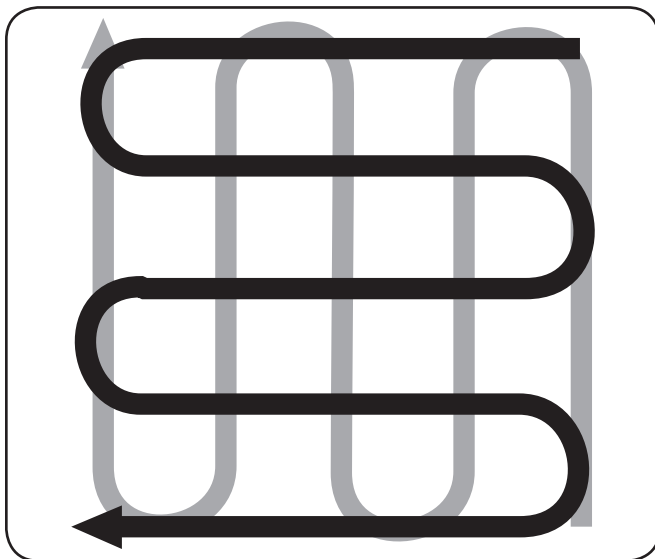

Figure 5-5
- Après avoir travaillé dans une direction, effectuez un deuxième passage perpendiculairement, comme à la Figure 5-5. Chevauchez chaque tracé pour obtenir de meilleurs résultats (dans une terre très compactée, trois ou quatre passages peuvent être nécessaires pour émietter la terre).